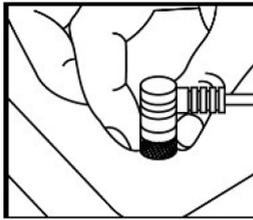

Abb. 2
- Verbinden Sie **Ende C** mit der Gleichstrom-Eingangsbuchse des Reinigungsroboters, bis es fest einrastet (siehe Abb. 2).